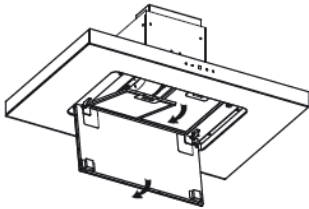
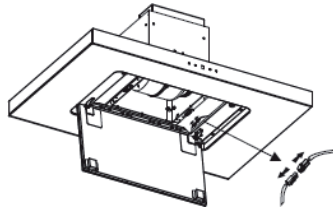

Figura 1
Figura 2
2. La cappa aspirante deve essere applicata a un'altezza di 65-75 cm sopra il piano cottura (vedi figura 1).
4. Eseguire 12 fori nel soffitto come mostrato in figura 2 e fissare la sospensione con 12 viti (ST 6x40). Utilizzare 8 viti (M4x10) e dadi a tenuta stagna (M4) per fissare gli angolari di ferro alla sospensione. Dopo aver calcolato la lunghezza dell'angolare di ferro (vedi figura 1), utilizzare 16 viti (M4x10) e i dadi a tenuta stagna (M4) per fissare un ulteriore angolare di ferro all'angolare. Gli angolari devono sovrapporsi di almeno 10 cm!
1. Aprire il pannello della luce a LED ed estrarre il filtro antigrasso (vedi figura 1).
2. Cercare il cavo della luce sul retro della bussola del cavo. Tirare leggermente il cavo e scollegare il collegamento (vedi figura 2).